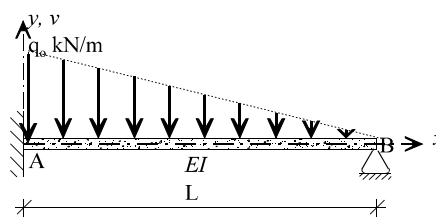

Figura 20
20) Integrar la ecuación diferencial para obtener las reacciones y el máximo momento flector de la viga de la figura 20.